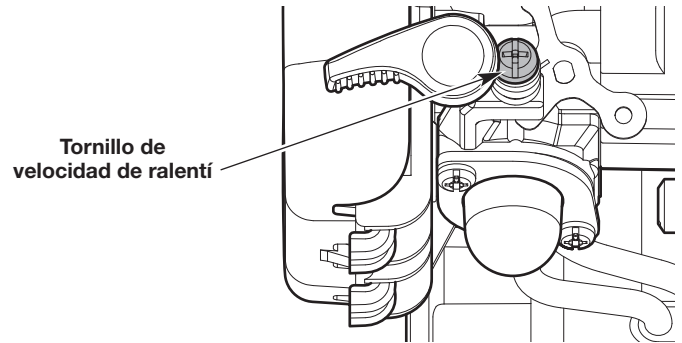

Fig. 25
- Si el motor se para, aumente la velocidad de ralentí. Use un destornillador Phillips pequeño para girar el tornillo de velocidad de ralentí en el sentido de las agujas del reloj, 1/8 de giro cada vez hasta que el motor funciona al ralentí de manera uniforme (Fig. 25).
- Si el cadena de sierra gira cuando el motor funciona al ralentí, reduzca la velocidad de ralentí. Gire el tornillo de velocidad de ralentí en el sentido contrario de las agujas del reloj, 1/8 de giro cada vez, hasta que se detenga el cadena de sierra (Fig. 25).